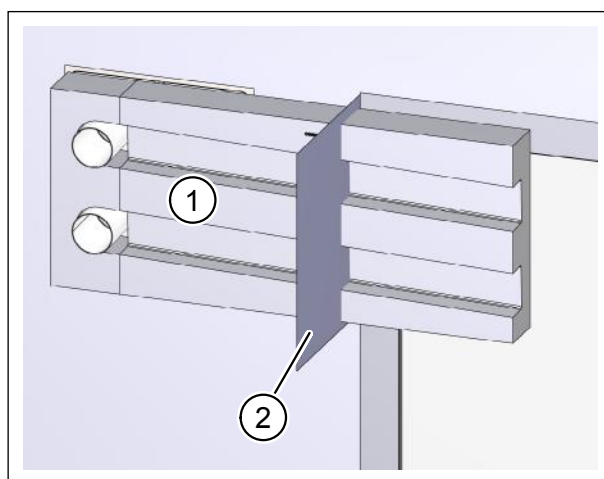

Abb. 20: „Montageset Fensterlaibung WDVS“ ablängen und fixieren
- ▶ Setzen Sie das Montageset Fensterlaibung (Pos. 1 in Abb. 20) ohne Dämmplatte auf die Rohwand auf. Die Lüftungsrohre fixieren es.
- ▶ Markieren Sie am Montageset Fensterlaibung die Stelle, an der es mit der unverputzten Fensterlaibung fluchtet (Pos. 2 in Abb. 20).